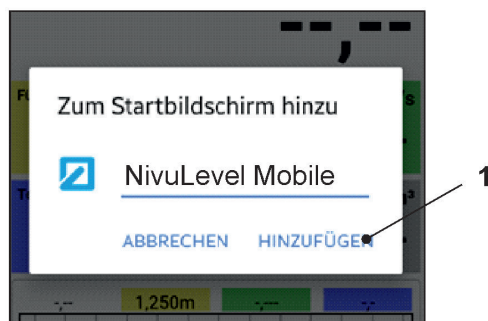

Abb. 29-8 Hinzufügen bestätigen
9. Mit „Hinzufügen“ bestätigen (Abb. 29-8 Pos. 1).